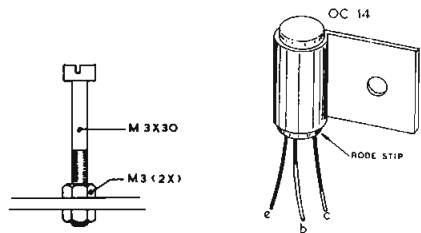

Fig. B21
29. Schuif de transistor OC 14 in het koelplaatje. Zorg er daarbij voor, dat de rode stip komt aan de zijde van het bevestigingsgat in het koelplaatje. Zie fig. B21.